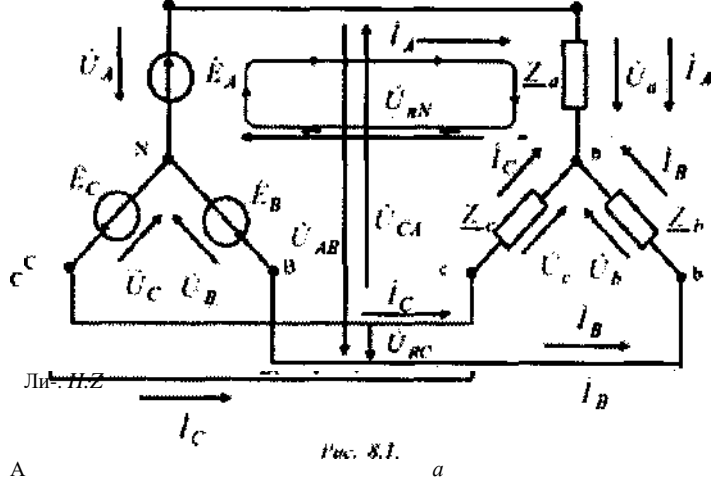

Рис. 8.1. а
- 1- звезда с нейтральным (нулевым) проводом (рисунок 8.1);